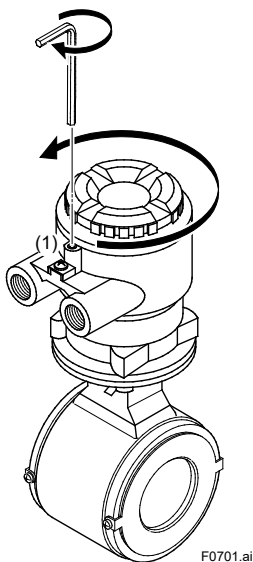

Рис. 7.1 Снятие крышки (вынесенный датчик)
Ослабьте запорный винт крышки (1) (см. рис. 7.1), поворачивая его по часовой стрелке с использованием шестигранного гаечного ключа (с номинальным размером 3), чтобы разблокировать крышку. При доставке с завода-изготовителя крышка заблокирована. Поддерживая основной блок, чтобы снять крышку поворачивайте ее налево (против часовой стрелки).
Установите крышку на клеммную коробку, поворачивая ее по часовой стрелке. Затяните стопорный винт крышки (1) (см. рис. 7.1), поворачивая его против часовой стрелки с использованием шестигранного гаечного ключа (с номинальным размером 3), чтобы заблокировать крышку.